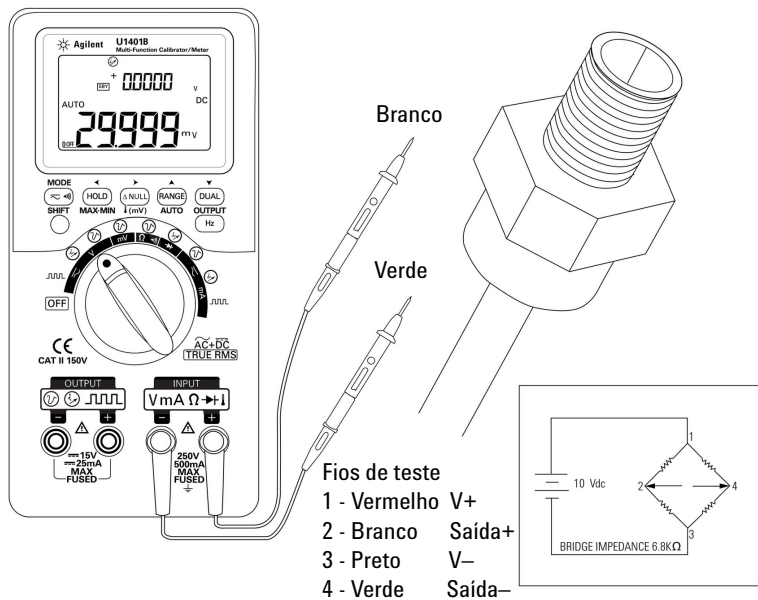

Figura 5-4 Medição de transdutor de pressão
- 3 Aplique as pontas de prova nos pontos de teste (**Figura 5-4 na página 93**) e leia a exibição.